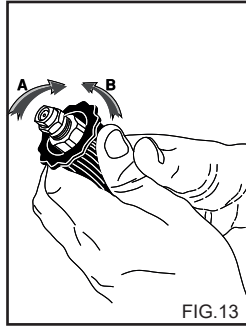

FIG.13
USO DEL CABEZAL REGULABLE (Fig. 13).
- 2) Accionar la hidrolimpiadora, abrir el grifo del detergente (si lo hay), activar el mando de aspiración del detergente que se encuentra en la lanza (fig. 13) y cubrir la superficie por lavar actuando de abajo hacia arriba. Dejar que haga efecto durante algunos minutos.